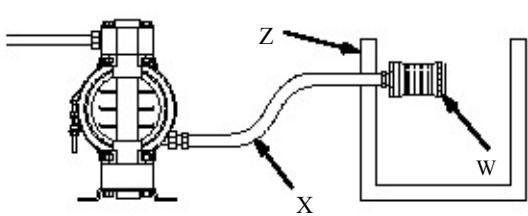

Fig. 2
在系统中安装主气阀是为了减少气体在阀门和泵之间被困住的风险。见图2. 被困空气能导致泵不能循环运转，同时也能引起严重的伤害事故包括喷到眼睛里皮肤上。
1. 安装气路的附件如图2 所示. 要将这些配件安装在墙上或支架上确定附件中的供应气管是导电的。
2. 在附件和泵进气口 (N) 1/4npt(f)安装可导电并可拆卸的气管(A), 见图2. 使用最小尺寸ID标准1/4inch的气管。
流体排出阀(H) 是当管子堵塞时用来减少它的压力。流体排出阀可以减少损坏的风险包括溅到眼睛里或皮肤上，也减少有毒流体的污染。安装的排出阀将关闭泵出口的流体，见图2.
1. 使用导电材质的软管 (K) , 泵的出口管尺寸为1/2 in. 或 3/4 in., 适当拧紧泵的流体出口螺丝，不要过度拧紧。
2. 在泵的流体出口处安装一个校准器(J) 来控制流体的压力，如果需要见图2. 见气路步骤1
隔膜损坏将会导致流体伴随空气流到尾排。请在尾排恰当的位置放一个容器以接住流体。见图2。
见图2的通风排气。按以下步骤排到较远的地方：
3. 在排气管末端安放一个容器(z) 以盛放隔膜破裂流出的流体 见图2。